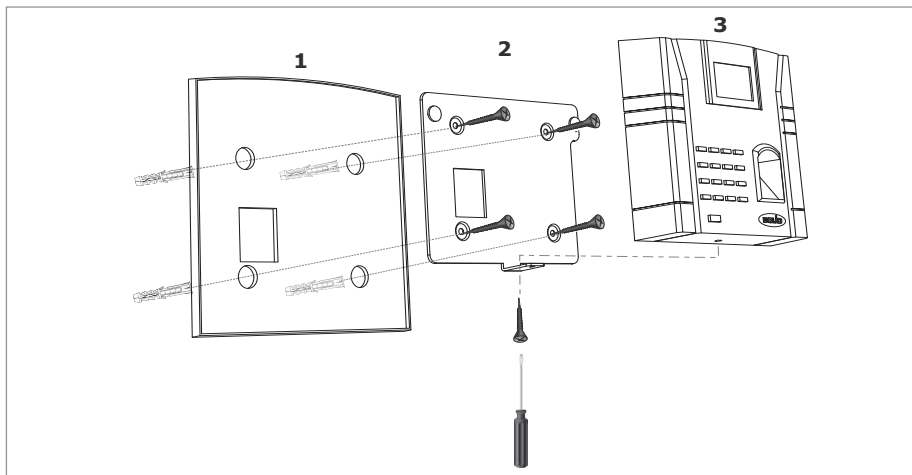

Рисунок 10. Последовательность монтажа контроллера «С2000-БИОAccess-F4»
5. Установите в отверстия дюбеля и закрепите шурупами кронштейн контроллера, подложив под него резиновую прокладку (см. рис. 10, 11).